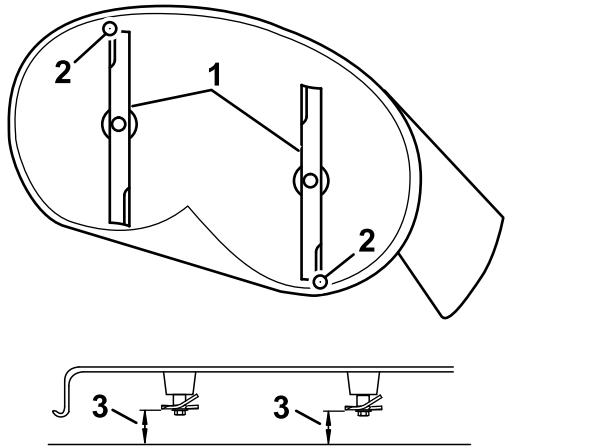

**Рисунок 66**
5. Измерьте расстояние от наружных режущих кромок до плоской поверхности (Рисунок 66).